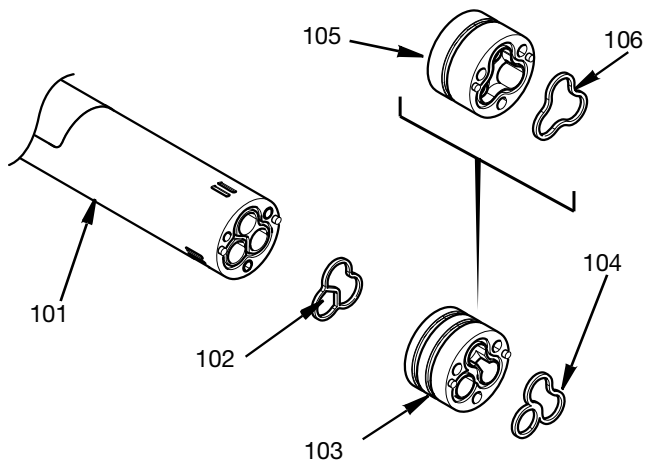

FIG. 13
5. W razie potrzeby należy usunąć jedną dolną uszczelkę materiałową (106) lub dwie dolne uszczelki materiałowe (104). Teraz można zdjąć złączkę materiału (105) lub dwie złączki materiału (103) i uszczelkę złączki (102). Patrz FIG. 13.